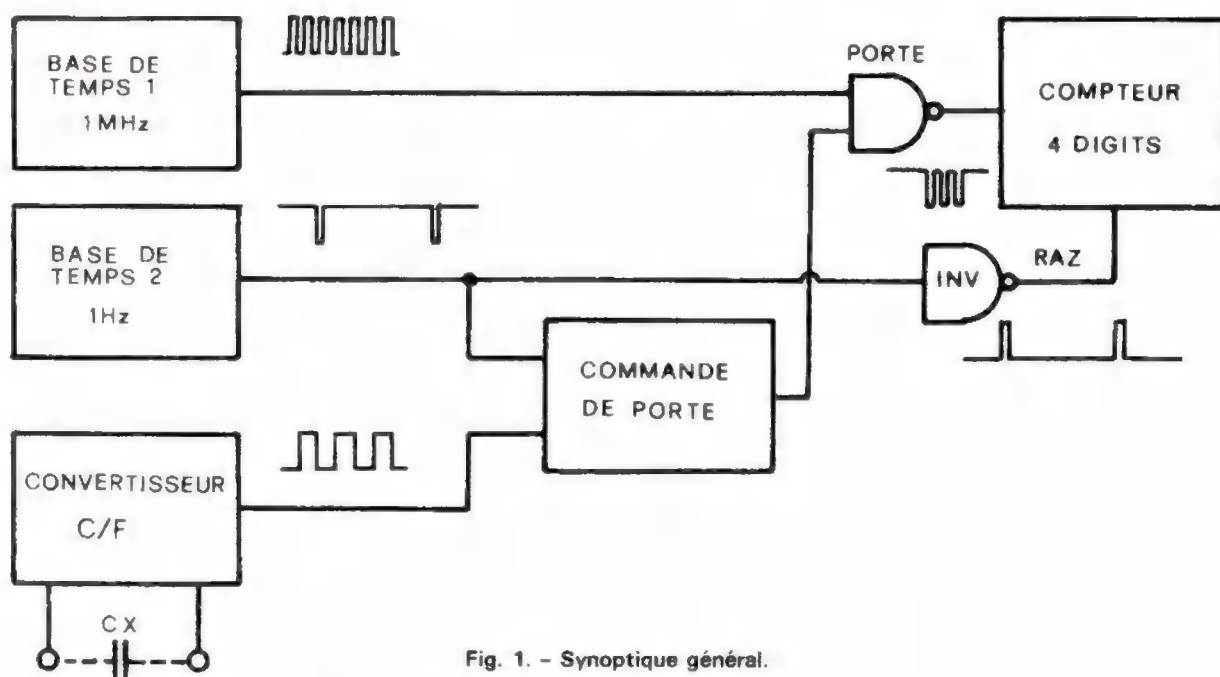

Fig. 1. - Synoptique général.
La figure 1 vous montre le principe général de fonctionnement du CX 1. Le convertisseur capacité/fréquence, sur lequel nous reviendrons plus loin, est un oscillateur qui présente la particularité de générer un signal dont la durée de la période est directement proportionnelle à la valeur de la capacité branchée aux bornes d'entrée (CX). Nous avons choisi pour la gamme 1, une conversion 1 pF par microseconde, le branchement aux bornes « CX » d'une capacité de 120 pF engendrera donc l'apparition à la sortie d'un signal d'une fréquence de 8 333 Hz dont la période sera de 120  $\mu$ s. Une première base de temps (1) génère un signal rectangulaire d'une fréquence de 1 MHz dont la période est évidemment de 1  $\mu$ s. Une